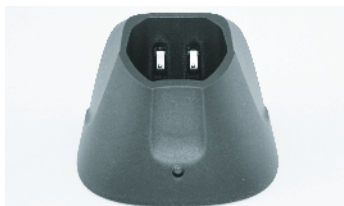

Fig. 12
3. Placez la tondeuse avec la batterie insérée dans la station de recharge, de manière que la partie supérieure de la tondeuse soit orientée vers vous et que les contacts de l'appareil reposent sur les contacts de la station de recharge. La partie supérieure de l'appareil est celle avec l'interrupteur (fig. 12).